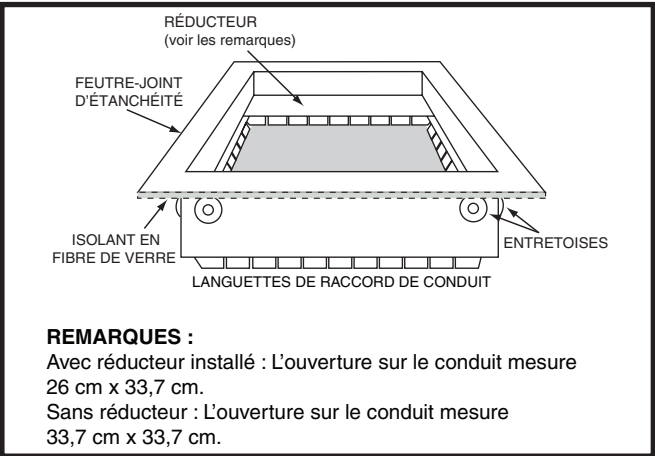

Figure 8. Raccord de conduit
- REMARQUE :** La fournaise peut être installée sur un plancher combustible avec des raccords de conduits (Figure 8). Cet accessoire fourni par l'usine doit être installé dans la cavité du plancher et fixé au conduit d'alimentation d'air avant l'installation de la fournaise à flux descendant.